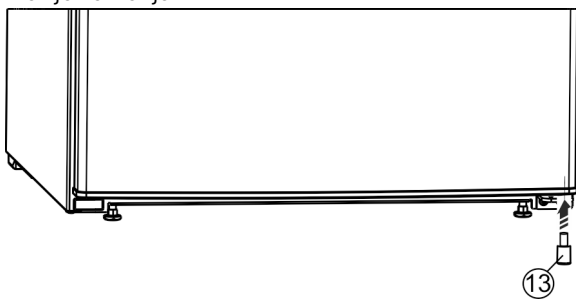

Fig. 26 \*
- ▶ Distančnik Fig. 26 (13) ponovno namestite v vrata spodaj desno, saj je pomemben za stabilnost naprave.\*